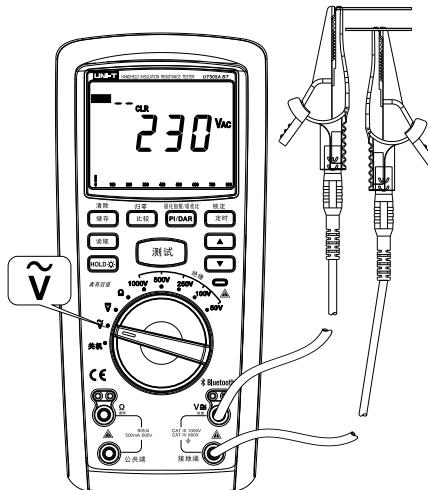

图4
1、交流电压测量（见图4）
- ① 将红色表笔插入“V~”插孔（红色孔），黑色表笔插入“接地端”插孔（黑色孔）。
- ② 将转盘开关旋转置“V~”档位，并将表笔并联到待测电源或者负载两端上。
- ③ 从显示屏上即可读出当前的交流电压测量值。
- ④ 在测量过程中如果想保存测量电压值只需按下“储存”按钮即可保存。